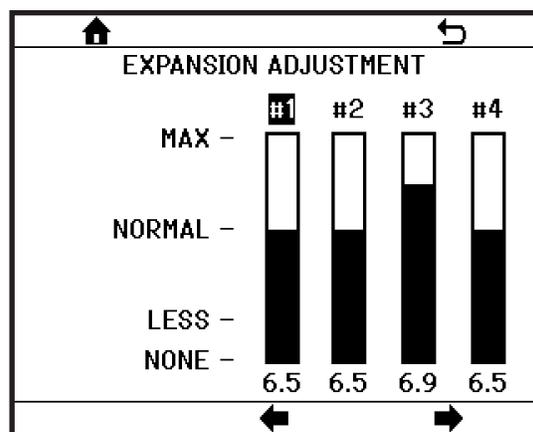

Figura 7.20
- AJUSTE DE LA EXPANSIÓN: Sirve para ajustar la cantidad de gas de una bebida (**Figura 7.20**). El rango de valores está limitado en función del gas configurado y del tipo de bebida.
**AJUSTE DE EXPANSIÓN (Figura 7.20)** - Este menú permite al usuario ajustar la cantidad de gas que se inyecta en la bebida. El ajuste va de "MAX" o Máximo (niveles altos de gas, alta expansión) a "LESS" o Menos (niveles más bajos de gas, baja expansión). Seleccione el número de barril y ajuste el nivel hacia arriba o hacia abajo.